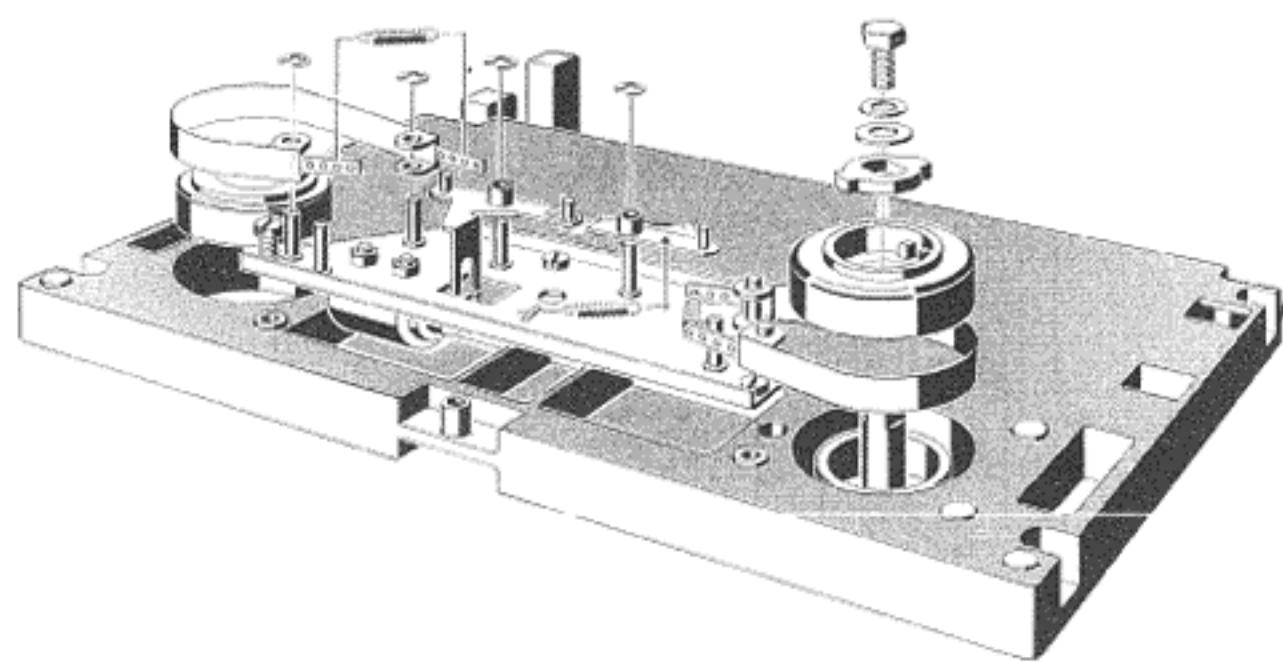

Fig. 4.2.-2
4.2.1. Messung der Bremsmomente (Fig. 4.2.-1)
4.2.1. Braking torque (fig. 4.2.-1)
4.2.1. Mesure du moment de freinage (fig. 4.2.-1)
4.2.2. Einstellen der Bremsen (Fig. 4.2.-2)
4.2.2. Adjustment of braking torque (fig. 4.2.-2)
4.2.2. Réglage des freins (fig. 4.2.-2)